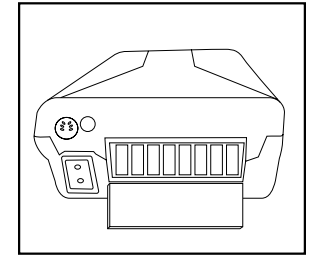

Abbildung 11
1. Der Lufteingangsfilter muss täglich überprüft werden. Der Filter befindet sich im hinteren Teil des Geräts (**Abbildung 11**).